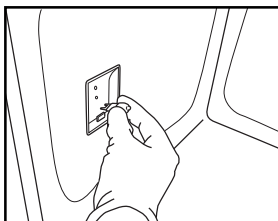

Fig. 9
4. Sostituire la lampada (per il tipo vedere la nota) (Fig. 9).